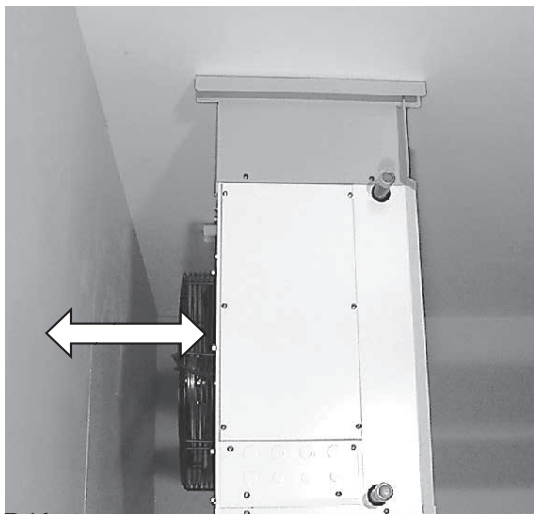

Bild 18
3. Montera värmefläkt med takkonsoler i taket enl. bild 18 och 19.
4. Minsta avstånd från värmefläktens bakkant till vägg (pil bild 18) på AW 12 och AW 22 är 200mm. På AW 42 och 62 är minavståndet 270mm.